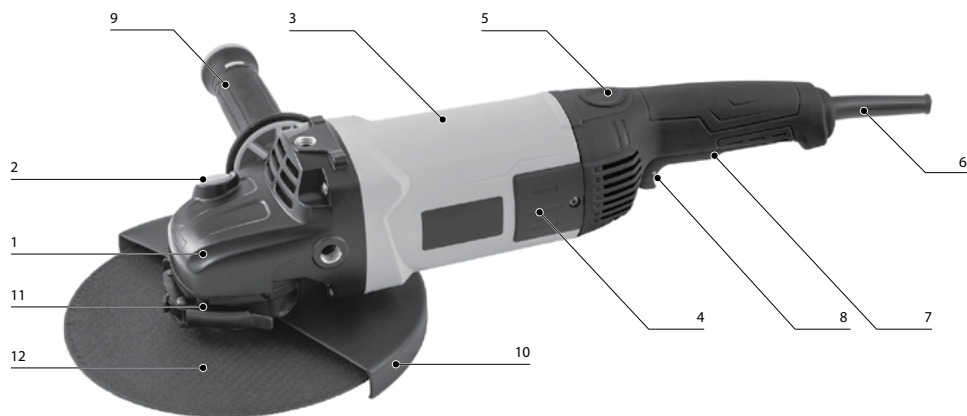

рис. 1
Общий вид машины представлен на рис. 1.
- отвести в сторону рычаг 11 (рис. 1) фиксации кожуха, ослабив крепежный хомут;
Вкрутите рукоятку 9 (рис. 1) в резьбовое отверстие корпуса редуктора в удобное для работы положение.
При установке/снятии оснастки блокировка шпинделя осуществляется клавишей 2 (рис. 1), расположенной на корпусе редуктора. Блокировка шпинделя также может осуществляться с помощью гаечного ключа S17.
Во избежание поломки машины и получения травм, запрещается нажимать на кнопку блокировки шпинделя 2 (рис. 1) во время работы шлифовальной машины, а также до полной остановки шпинделя после выключения двигателя.
В зависимости от вида используемой оснастки и характера обработки можно выбрать оптимальное и наиболее удобное положение основной рукоятки. Для изменения положения рукоятки необходимо нажать клавишу блокировки 5 (рис. 1) и повернуть рукоятку относительно корпуса на 90 градусов по или против часовой стрелки. При отпускании клавиши 5 рукоятка зафиксируется в выбранном положении.
Для включения машины необходимо нажать клавишу выключателя 7 (рис. 1), переместив кнопку 8 (рис. 1) вперед. При необходимости выключатель питания 7 может быть зафиксирован в положении «Включено», для этого при нажатой клавише 7 переместите кнопку блокировки 8 вперед, и клавиша будет зафиксирована. Для отключения машины повторно нажмите и отпустите клавишу 7.